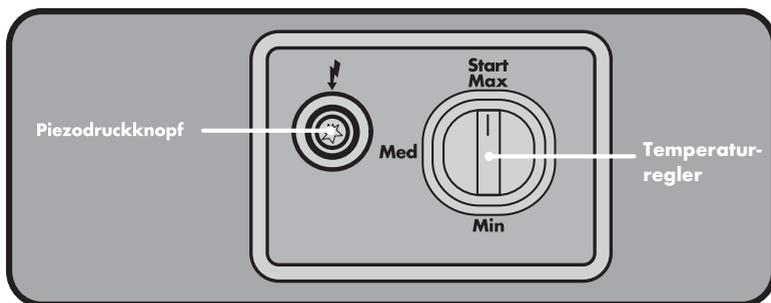

Abb. 5: Bedienfeld
2. Vergewissern Sie sich, dass der Drehknopf am Bedienfeld auf der Position START MAX steht. Sollte dies nicht der Fall sein, drücken Sie den Drehknopf leicht nach unten und drehen ihn auf die Position START MAX (siehe Abb. 5)
- Betätigen Sie dann bei gleichzeitig gedrücktem Drehknopf den Piezodruckknopf mehrmals hintereinander, um die Wächterflamme zu entzünden (siehe Abb. 5). Ist die Wächterflamme sichtbar, halten Sie den Drehknopf weitere 15-20 Sekunden lang gedrückt, solange bis die Flamme ein Mal über die komplette Katalymatte gelaufen ist.